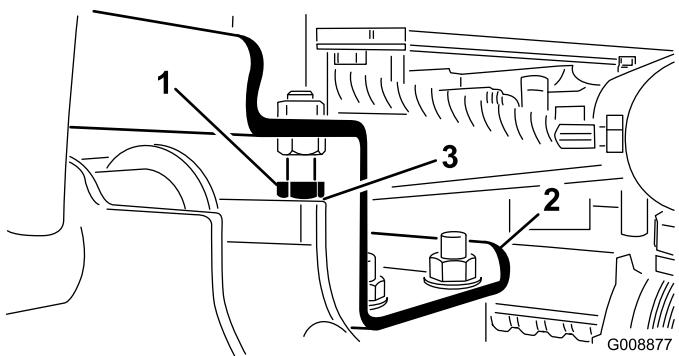

図23
- A. ストップ・ボルトを戻して、シリンダを調整して必要なすきまを作る（図23）。
2. 各昇降アームとストップボルトとの隙間が0.13~1.02mmの間にあるかどうか点検する（図23）。